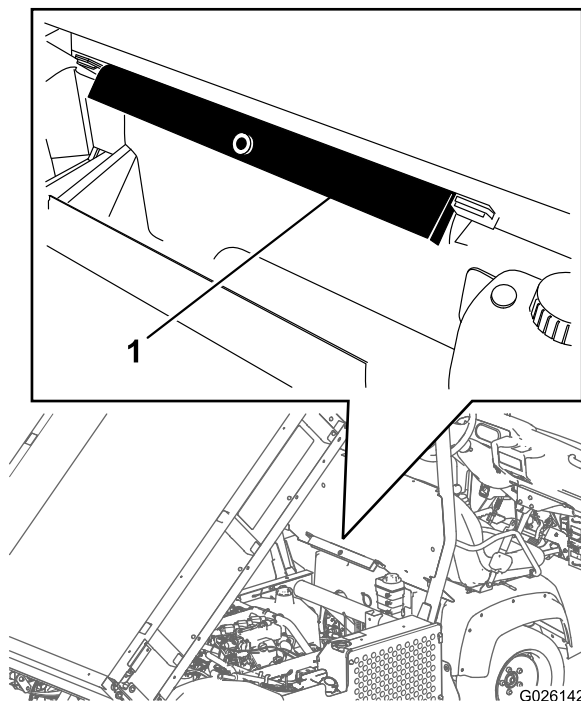

図 38
2. ROPS パネルの後ろについている保管用ブラケットから荷台サポート安全サポートを取り外す 図 38。